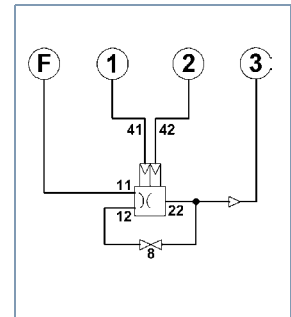

Fig. 2 Esquema de conexión del banco de pruebas
- Conectar el aparato en los empalmes del banco de pruebas (véase fig. 2) o según el esquema de comprobación.